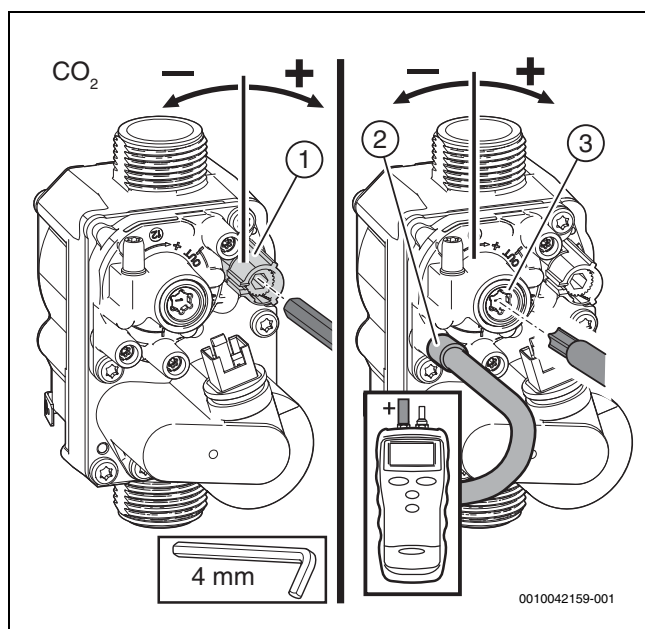

Fig. 44 Réglage du bloc gaz
- Retirer le scellé sur la vis de réglage du bloc gaz (bloc gaz en bas uniquement dans la fig. 44) et régler la teneur en CO_2 ou en O_2 pour une puissance thermique nominale minimale.